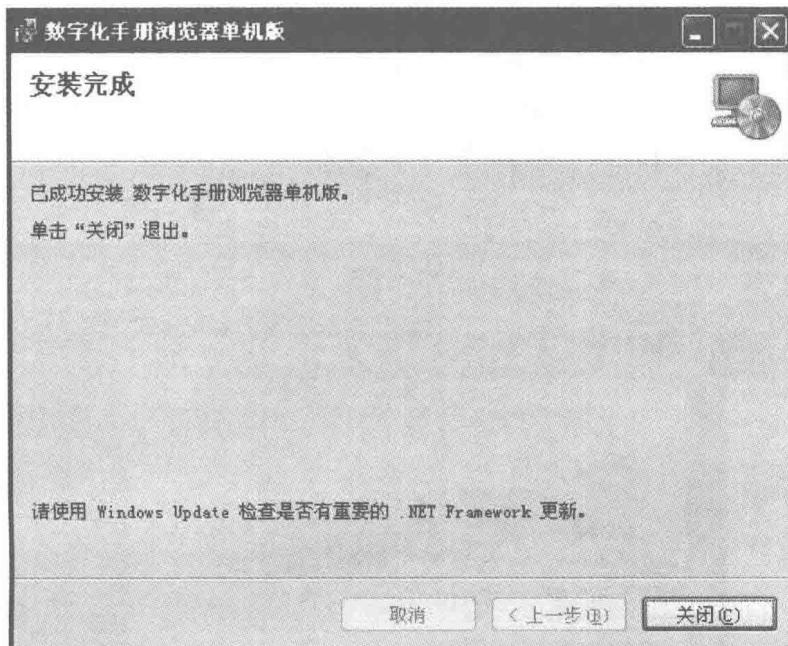

图 1-10 “安装完成”窗口
9) 当安装成功后，安装向导显示如图 1-10 所示的“安装完成”窗口，提示用户系统已正确安装完成。单击“关闭”按钮，完成安装。